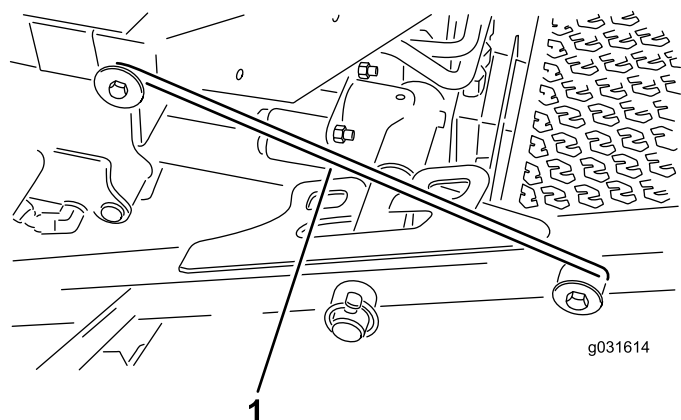

Figura 31
4. Liberte a barra do trinco do retentor do suporte da estrutura frontal (**Figura 31**).
5. Eleve a parte exterior das unidades de corte frontais e coloque o trinco sobre o pino da estrutura montado na parte da frente da plataforma do operador (**Figura 31**).